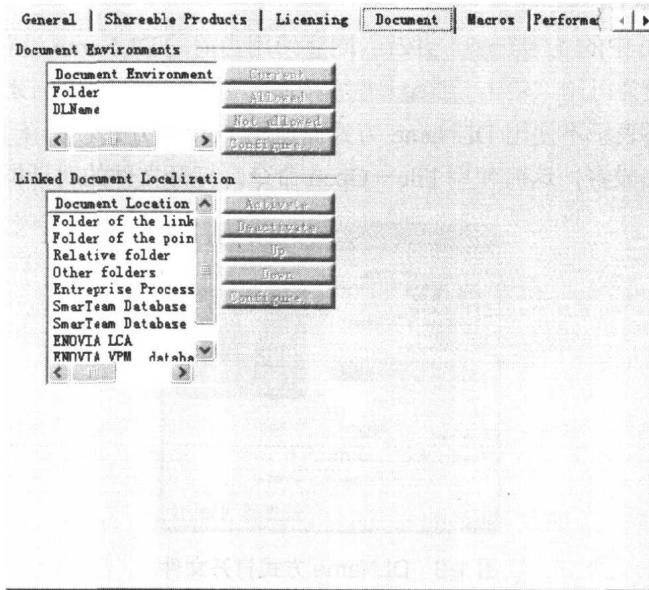

图 1-6 Document 选项卡
(4) Document 选项卡如图 1-6 所示。
接下来单击图 1-6 中的 **Allowed** 按钮，同意使用当前的 DLName 设置，此时，**Current** 和 **Not allowed** 按钮变为可用，单击 **Current** 按钮，可把刚才选中的 DLName 设置变成当前设置，而 **Not allowed** 表示不使用 DLName 方式而使用 Folder 方式。选择 DLName 方式以后，单击 **OK** 按钮退出设置，这时使用 File→Open 命令，打开文件的对话框变为如图 1-8 所示。